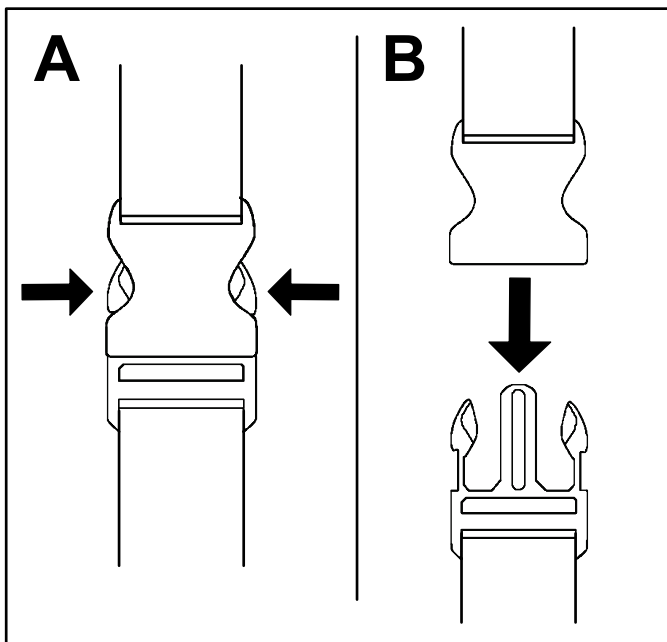

Figure 7
- Appuyez de chaque côté de la boucle (A de Figure 7).
- La boucle se détache toute seule (B de Figure 7).